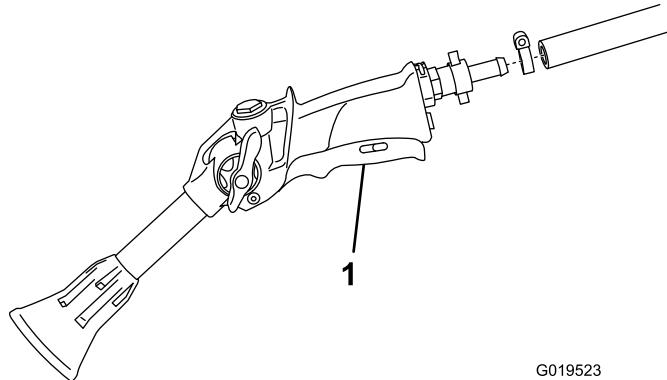

Figura 6
- Ligue a extremidade livre do tubo da pistola de pulverização ao encaixe da pistola de pulverização (Figura 6).